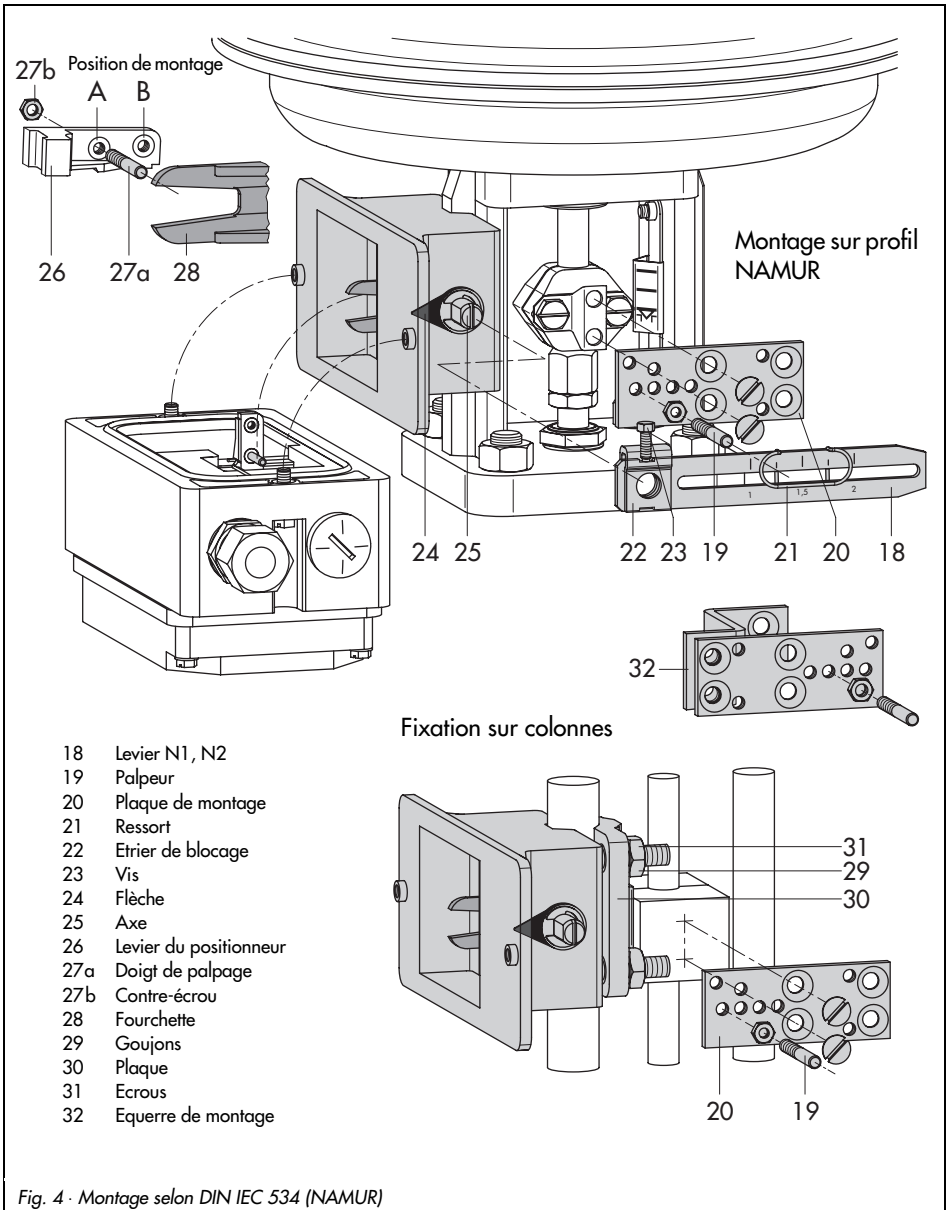

Fig. 4 · Montage selon DIN IEC 534 (NAMUR)
2.2 Montage selon DIN IEC 534 NAMUR (fig. 4)
Ce type de montage (voir fig. 4) a lieu à l'aide d'un boîtier d'adaptation. La course de l'organe de réglage transmise à la fourchette (28) de l'adaptateur par l'intermédiaire du levier (18) fixé sur l'axe (25) est transmise au doigt de palpation (27a) du levier du positionneur.